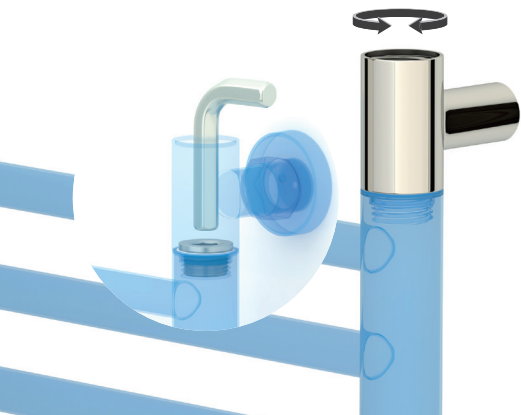

Рис. 1
5.1. Установить глухие угловые корпуса, используя фторопластовые прокладки и штуцеры для коллекторов (рис. 1).